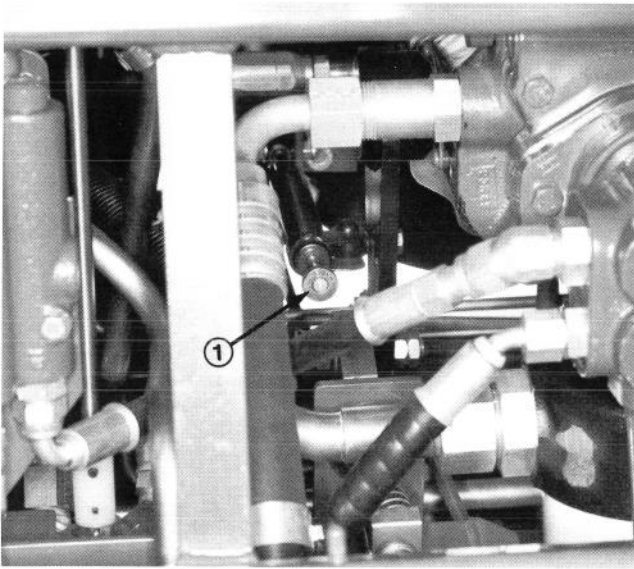

Bild 19
Normalerweise sollte die Fahrpedal-Einstellschraube (Bild 19) ganz eingedreht sein. Zum Trimmen oder für eine schnellere Fahrpedalreaktion, das Einstellrad um 1 bis 2 Einrastungen herauschrauben.
4. Das Einstellrad des Fahrpedals zur Erhöhung des Drucks im Uhrzeigersinn drehen (langsamere Reaktion) und im Gegenuhrzeigersinn drehen zum Herabsetzen des Drucks (schnellere Reaktion) (Bild 19).